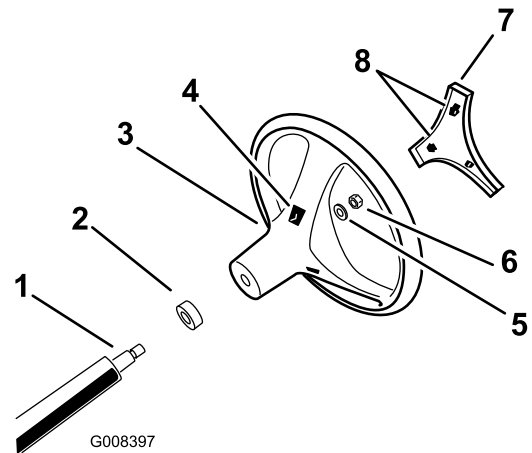

Bild 3
- Lösen Sie durch die Öffnungen an der Rückseite des Lenkrads die Sperrnasen der mittleren Abdeckung und nehmen Sie die Abdeckung vom Lenkrad ab (Bild 3).
- Entfernen Sie die Sicherungsmutter und Scheibe von der Lenkwelle (Bild 3).
- Fluchten Sie das Lenkrad auf den Rillen der Lenkwelle aus (Bild 3).
- Bringen Sie die Scheibe und das Gewinde der Sicherungsmutter auf der Lenkwelle an (Bild 3).
6. Fluchten Sie die Sperrnasen der mittleren Abdeckung mit den Öffnungen im Lenkrad aus und drücken Sie die Abdeckung auf das Lenkrad, bis die Sperrnasen einrasten (Bild 3).